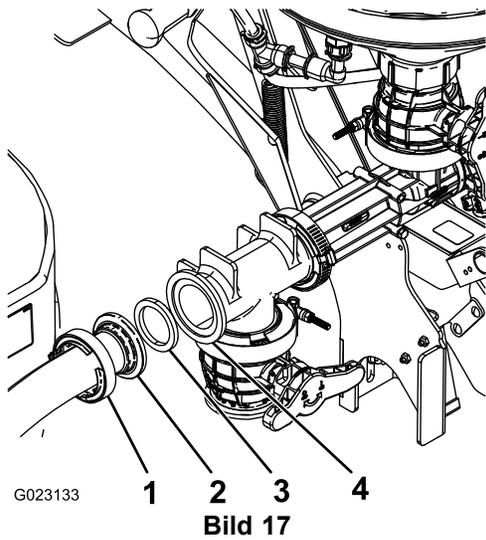

Bild 17
2. Befestigen Sie das andere Ende des Schlauchs mit einer Dichtung und einer Wurmschraubenklemme an der nach vorne zeigenden Öffnung des Ejektors (Bild 17).